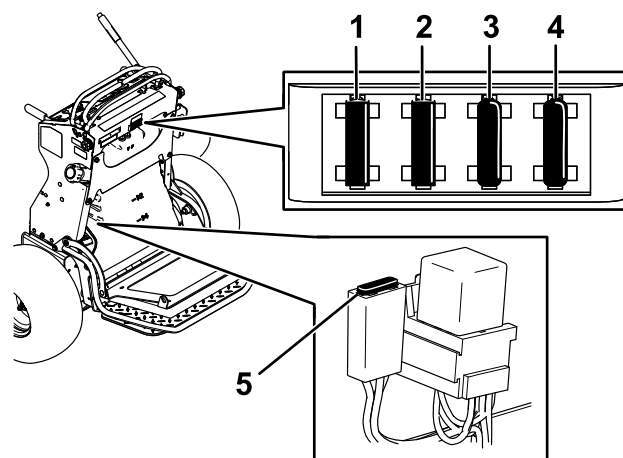

Figura 56
5. Estraiete il fusibile e sostituitelo (Figura 56).